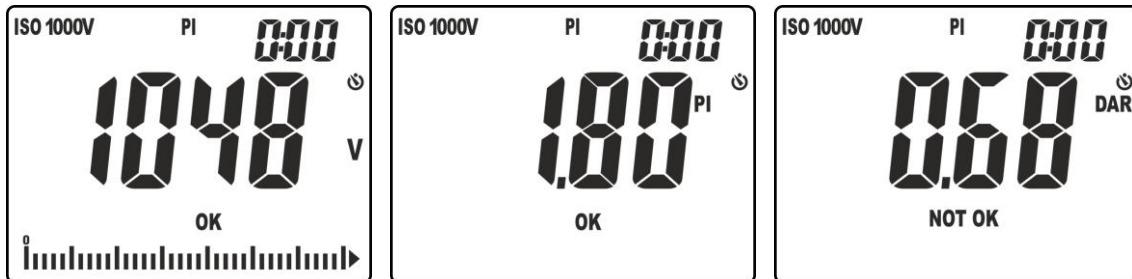

Fig. 24: Resultados de la medida de PI y DAR
10. Pulse las teclas ▼/☼ o ▲/ZERO para visualizar la tensión real aplicada, el valor del parámetro PI o el valor del parámetro DAR (ver la Fig. 24)